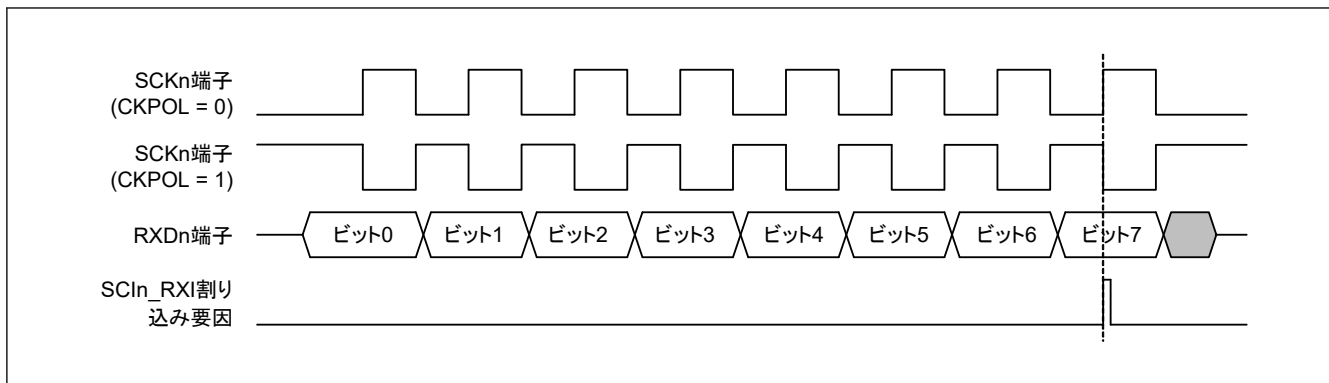

図 27.124 簡易 SPI モードにおける SCIIn_RXI 割り込みの発生タイミング (クロック遅れあり)
- クロック遅れあり (SPMR.CKPH ビット = 1) では、図 27.124 に示すように、SCKn 端子の最終クロックエッジ手前のクロックエッジで受信データフル割り込み (SCIn_RXI) が発生します。SCR レジスタの TE ビットと RE ビットを SCKn 端子の最終クロックエッジより前に 0 にすると、SCKn 端子出力がハイインピーダンスとなり、送受信クロックの最後のクロックパルス幅が短くなります。また、SCIn_RXI 割り込みの発生によって、SCKn 端子の最終クロックエッジより前に接続先スレーブの SSn 端子入力信号が High になった場合、スレーブが誤動作する可能性があります。